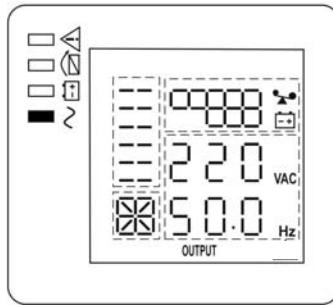

Рисунок 12 — состояние ЖК-дисплея и индикаторов в режиме «ОСНОВНОЙ»
«ОСНОВНОЙ» и продолжит заряд АКБ. Индикатор «БАЙПАС» погаснет, а индикатор «ИНВЕРТОР» включится (см. рисунок 12).
- Включите нагрузки. Если нагрузок много, необходимо включать их последовательно, одну за другой, на ЖК—дисплее отобразится уровень нагрузки (см. рисунок 12).
Вновь подать сетевое напряжение. Изделие должно автоматически перейти в режим «ОСНОВНОЙ» (см. рисунок 12), либо в режим «ЭКО», если параметр ЕСО включен (см. Приложение 2, описание настройки параметров изделия).